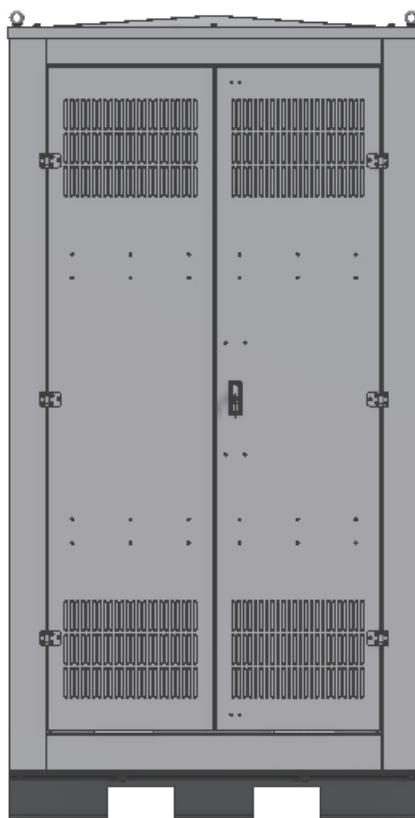

Fig. 4.21. Telaio da esterno
- con un telaio da esterno (Fig. 4.21), questa modalità prevede il fissaggio a terra.